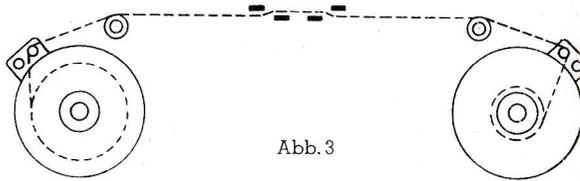

Abb. 3
- **FARBANDSPULEN.** Bei deren Einsetzen beachte man, daß die Mitnehmerstifte in die Spulen eingreifen. Die Führung des Bandes ist aus der Abb. 3 ersichtlich. Es dürfen nur Farbbänder von 13 mm Breite (normiert) benutzt werden. Besonders ist darauf zu achten, daß für die Maschine nur Bänder auf Normalspulen zur Verwendung kommen, da sonst leicht Störungen in der Funktion entstehen können. Die zulässige Länge des Bandes ist 8 Meter. Das Farbband kann, wenn die obere Hälfte abgeschrieben